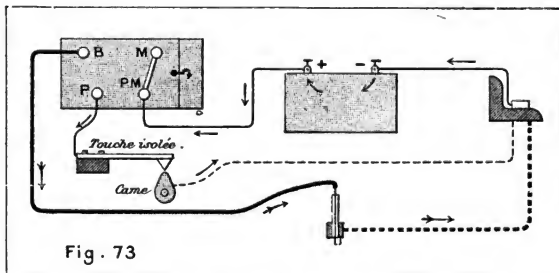

Fig. 73
**Motor mit 1 Cylinder. — Spule mit Unterbrecher. — Nocke mit einfachem Contact (Fig. 73).**